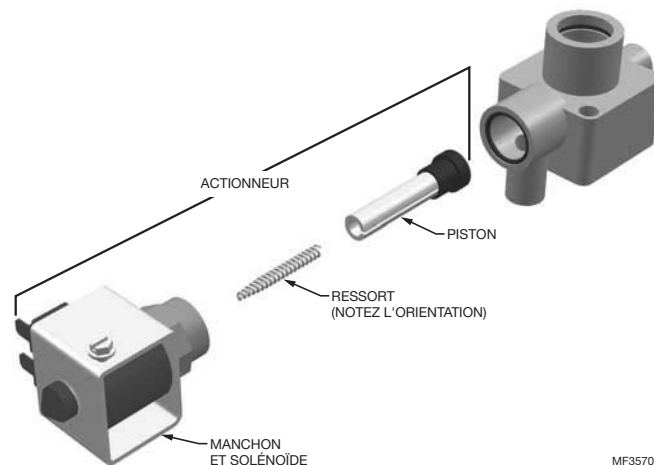

Fig. 25. Actionneur de vanne de vidange.
7. Remontez l'actionneur en veillant à ce que l'extrémité conique du ressort soit orientée comme illustré sur la Fig. 25. Serrez l'écrou en laiton à la main puis de 1/4 de tour supplémentaire.